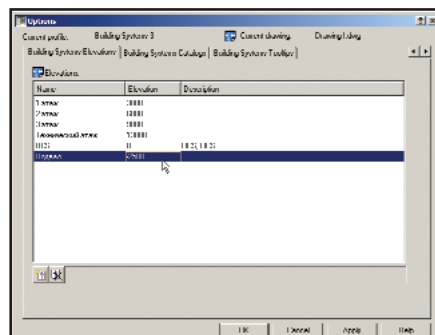

Рис. 6. Задание характерных высотных отметок
- определить характерные высотные отметки (уровни) для трассировки трубопроводов и расстановки оборудования. Настройки выполняются в закладке *Building Systems Elevations* того же окна Options (рис. 6);